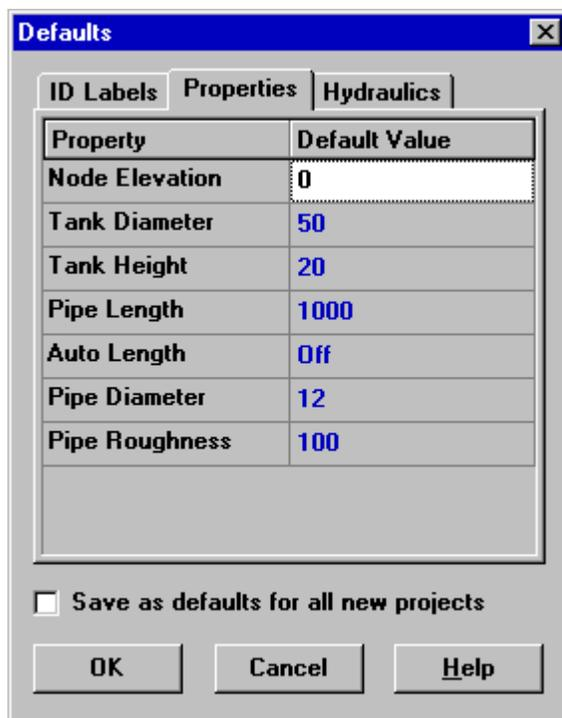

Fig. 5.3: cuadro de diálogo de datos de calibración.
2. En el cuadro de diálogo Calibration Data (Datos de calibración) que se muestra en la fig. 5.3, haga clic en la casilla junto al parámetro del cual desea registrar los datos.